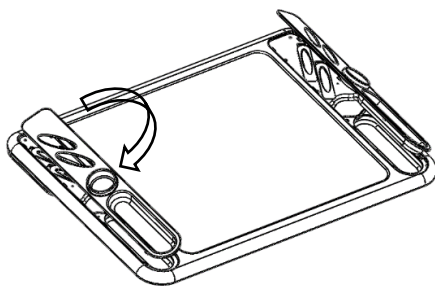

Рис. 25
5.6.5. На сборку по п. 5.6.4 защёлкнуть панель приборов левую (поз.1 пакет №84) и панель приборов правую (поз.2 пакет №84) (См. рис. 25; 25а)
Рис. 25а